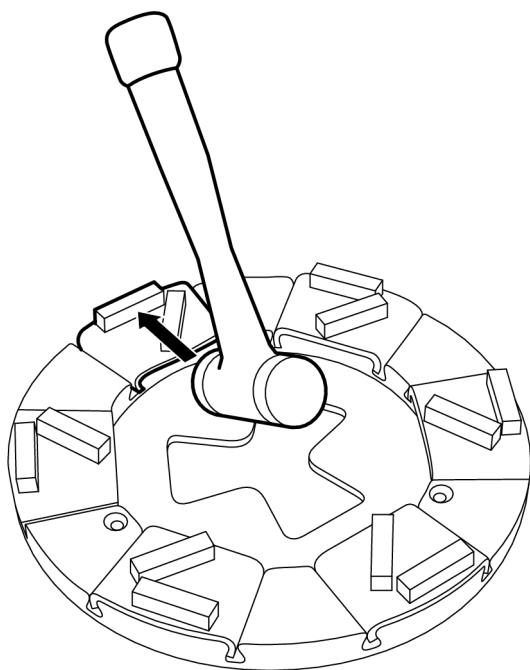

Рисунок 4-10. Снятие головок
2. Зафиксируйте шлифовальную головку в держателе несколькими легкими ударами резинового молотка, см. Рисунок 4-10, стр. 20.
3. Зафиксируйте шлифовальную головку в держателе несколькими легкими ударами резинового молотка, см. Рисунок 4-10, стр. 20.